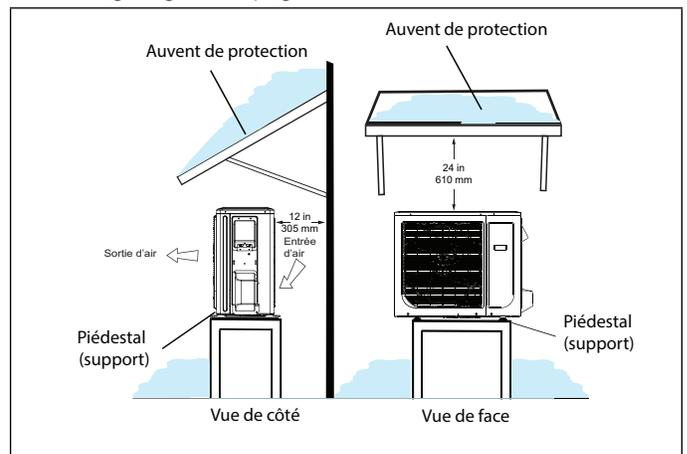

Figure 15. Unité extérieure sur piédestal et sous auvent de protection
- Si l'unité extérieure peut être exposée de manière prolongée aux rayons directs du soleil et atteindre des températures dépassant 100 °F (38 °C), il est recommandé de construire un auvent comme illustré à la «Figure 15. Unité extérieure sur piédestal et sous auvent de protection» ou à la «Figure 20. Abri de style niche à chien» à la page 11
- Installer l'unité à l'écart des porte-à-faux des toits pour empêcher l'eau ou la glace de tomber sur ou devant l'échangeur ou l'unité. Construire un auvent comme illustré à la «Figure 15. Unité extérieure sur piédestal et sous auvent de protection»